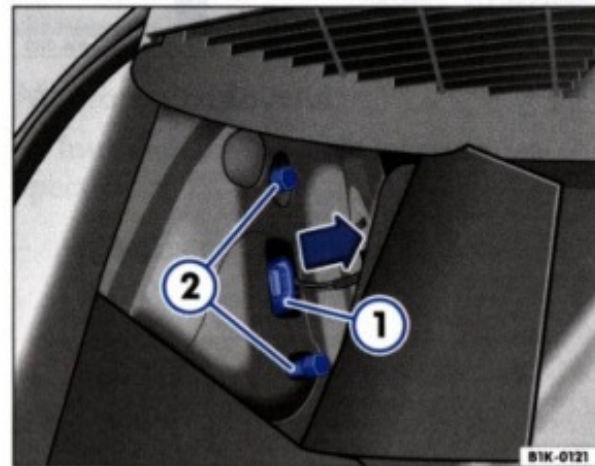

Fig. 37 Demontarea lămpii spate
- Decuplați fișa ⇒ pagina 61, fig. 37" ①. Pentru aceasta introduceți capătul plat al șurubelniței în clipsul de siguranță de culoare roșie și trageți ștecărul cu atenție în sensul indicat de săgeată.
- Desfaceți cu cheia fixă (de 13 mm) piulițele ⇒ pagina 61, fig. 37" ②.
- Fixați lampa cu o mână pentru a nu cădea în timpul prinderii șuruburilor. Rotiți piulițele ⇒ pagina 61, fig. 37" ② pe șuruburi și strângeți-le cu cheia fixă.
- Introduceți ștecărul ① în punctul de conectare, până se fixează cu un zgomot.